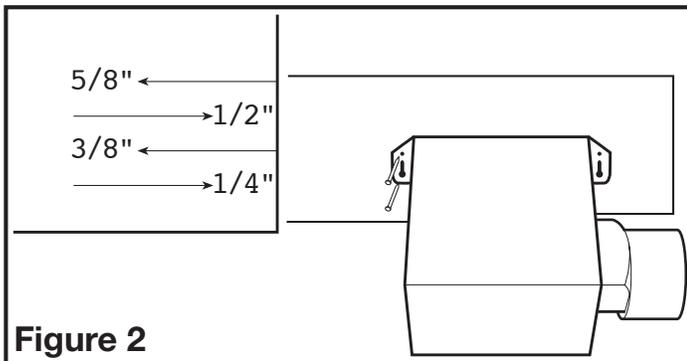
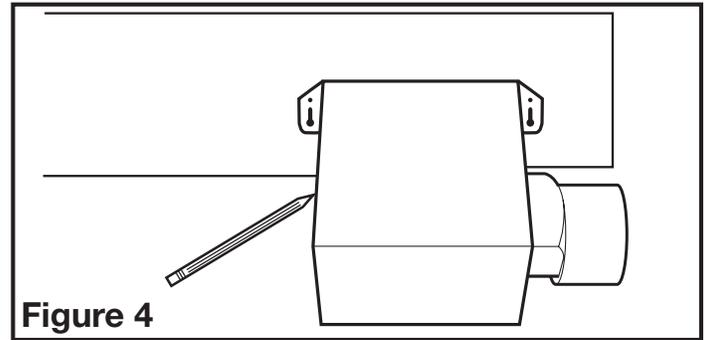

Figure 2
Figure 4
- Installation des Onglets de Montage:** à l'aide des guides sur le châssis du ventilateur, aligner le châssis pour qu'il soit à effleurement avec le plafond fini. Positionner le ventilateur pour que les onglets reposent à plat contre la solive et fixer en place à l'aide de quatre vis ou clous (non-comprisés) pour assurer une bonne installation (**Figure 2**).
- Installation des Onglets de montage:** positionner le châssis contre la solive et tracer un contour du châssis sur le matériau du plafond (**Figure 4**). Mettre le châssis de côté et découper l'ouverture, en prenant soin de ne pas couper de câble électrique dissimulé ou autre utilité. Placer le châssis près de la solive et vous assurer qu'il soit à effleurement avec le plafond fini. Fixer avec quatre (4) clous (non-comprisés) pour assurer une installation adéquate (**Figure 2**).